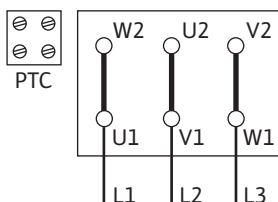

Fig. 12: Comutare Δ
- Alimentarea electrică depinde de puterea motorului P2, de alimentarea electrică și de tipul de pornire. Comutarea necesară a punților de conexiune în cutia de borne se găsește în tabelul următor și în Fig. 12, 13 și 14.